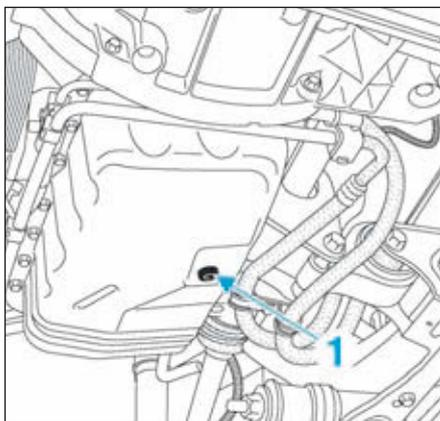

FIG.128
- Déposer le bouchon de vidange (1) (Fig.128) à l'aide d'une clé de vidange moteur à carré de 8 mm.